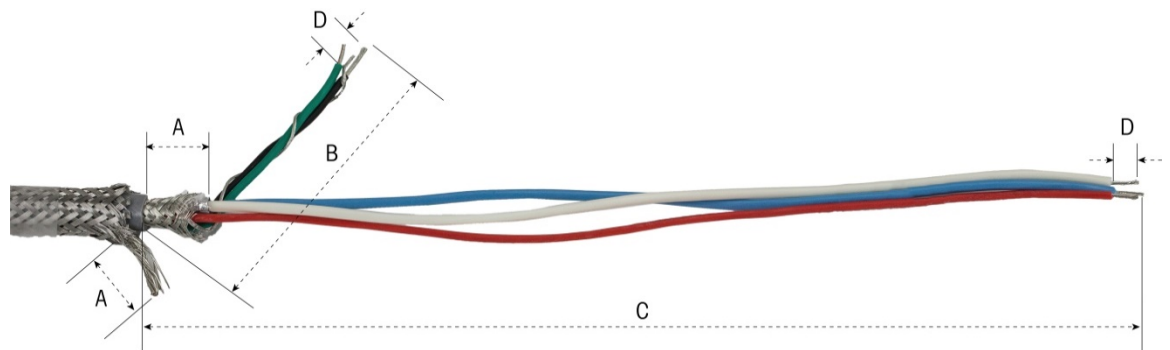

Figura 2-61: Preparação de Cabo POWERCELL - Painel
1. Corte e remova uma extensão apropriada da blindagem trançada externa, do revestimento de isolamento, da blindagem trançada interna e do isolamento na Figura 2-61 e Tabela 2-7.